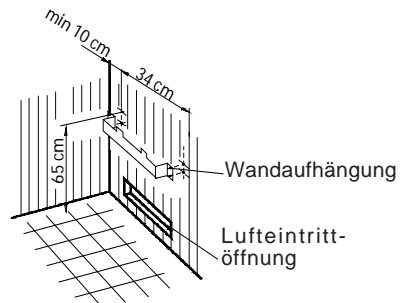

Abb. 3
4. Das Saunaheizgerät mit den Aufnahmeschlitzern der Rückwand und in der Wandhalterung einhängen und an den Abstandhalter anlegen (Abb. 3).